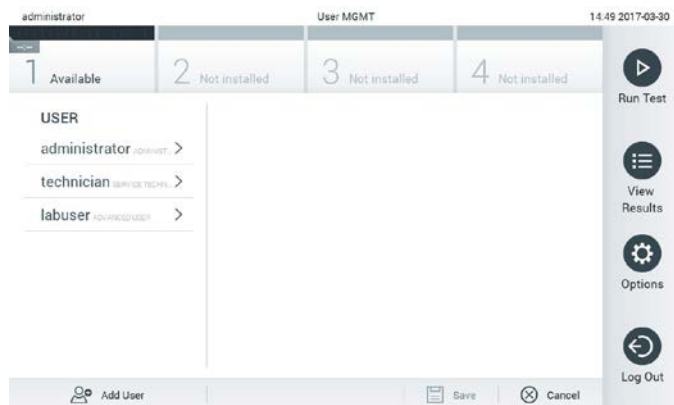

Figura 51. A tela User Management (Gerenciamento de usuários).
1. Pressione o botão Options (Opções) e o botão User Management (Gerenciamento de usuários). A tela User Management (Gerenciamento de usuários) é exibida na área de conteúdo da tela (Figura 51).